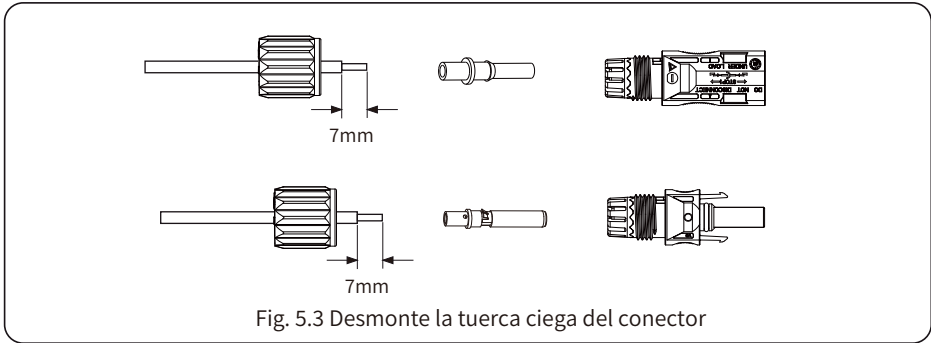

Fig. 5.3 Desmonte la tuerca ciega del conector
a) Pele el cable de CC unos 7 mm y desmonte la tuerca ciega del conector (véase la Fig. 5.3).